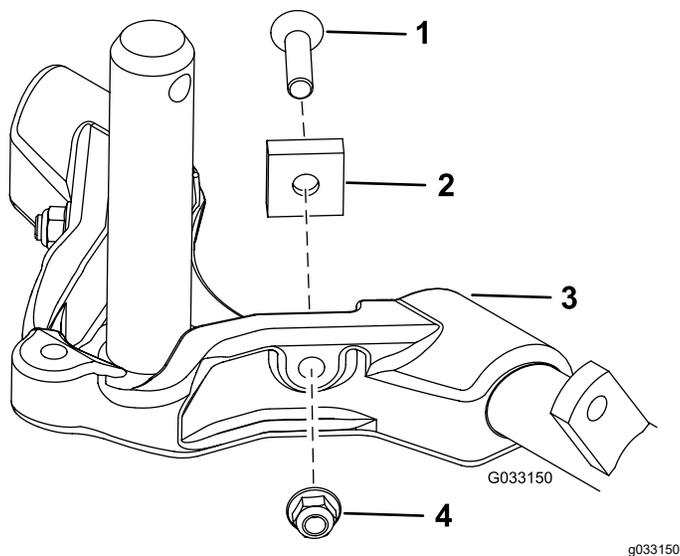

Рисунок 15
7. Чтобы повысить управляемость задних режущих блоков, снимите 2 проставки оси поворота, винты с внутренним шестигранником и фланцевые контргайки (Рисунок 15) с несущих рам задних режущих блоков (режущие блоки 2 и 3); см. Рисунок 12.